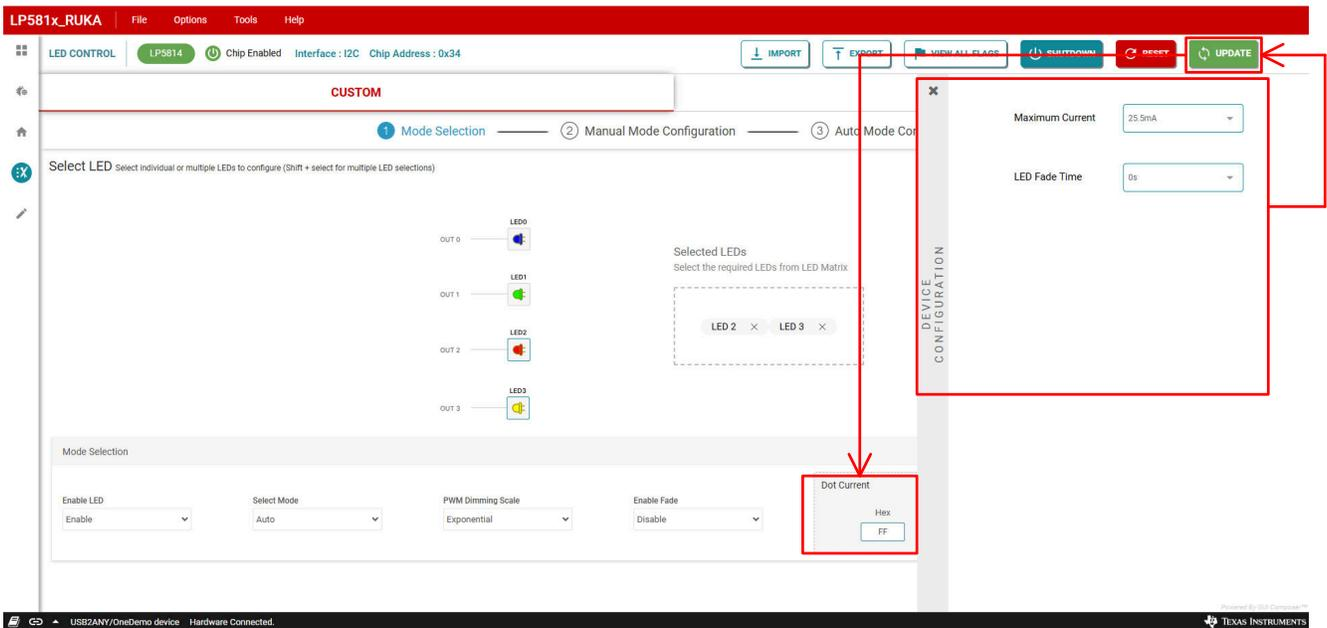

图 3-16. 自动模式下的电流设置和更新命令发送
4. 单击 *LED 控制* 页面右侧的 *器件配置* 按钮，以打开最大电流配置面板，如 图 3-16 所示。从 *最大电流* 下拉菜单中选择 *25.5mA* 或 *51mA* 项，以设置选定红色 LED 和白色 LED 的 MC (最大电流)。
6. 在 *点电流* 控件中输入数据，为选定的蓝色 LED 和绿色 LED 设置 DC (点电流) 值，如 图 3-16 所示。